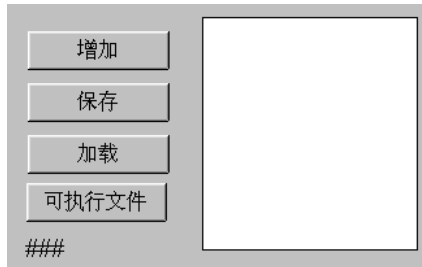

图 14.14 增加调用按钮
- 在画面上增加按钮，定义为“可执行文件”，如图 14.14 所示。双击按钮，定